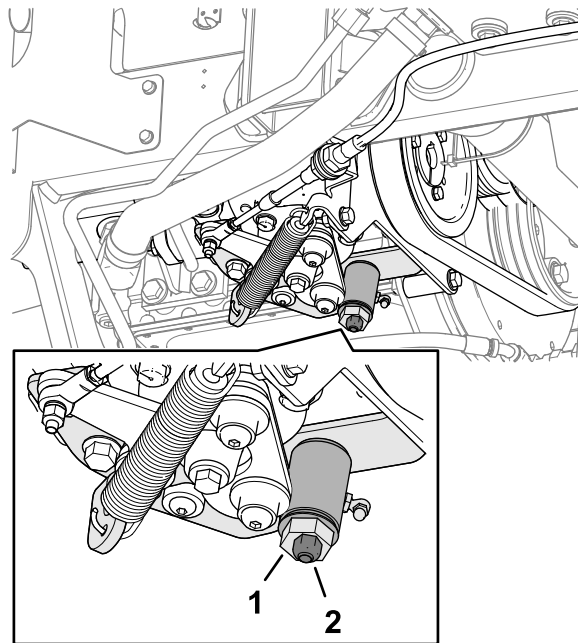

Figure 79
3. Desserrez le contre-écrou de la came de réglage de transmission (Figure 79).